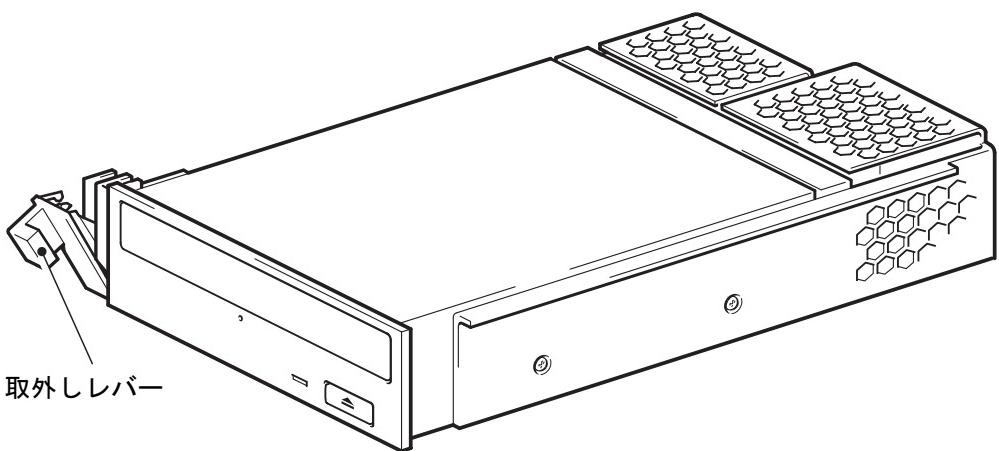

図 1a: アウト・ポジションにある取り外しレバー
- 1 DVD+RW ドライブを取り付ける前に、取外しレバーが図 1a のように完全にオープン・ポジション（プル・アウト）にあることを確認します。